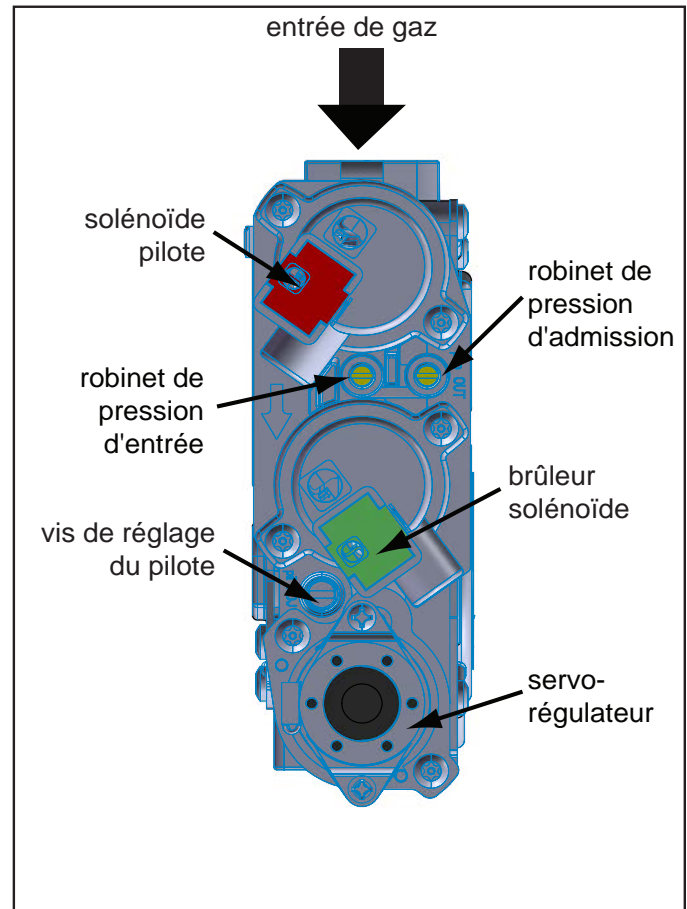

Figure 39: Soupape à gaz entièrement étiquetée
Les prises de pression se localisent en haut et à droite de la vanne illustrée dans la Figure 39.
1. La vis de réglage peut être atteint par l'avant de l'appareil à l'aide d'une tournevis avec une lame de 10 pouces de longueur (voir la Figure 39 pour l'emplacement sur la soupape).